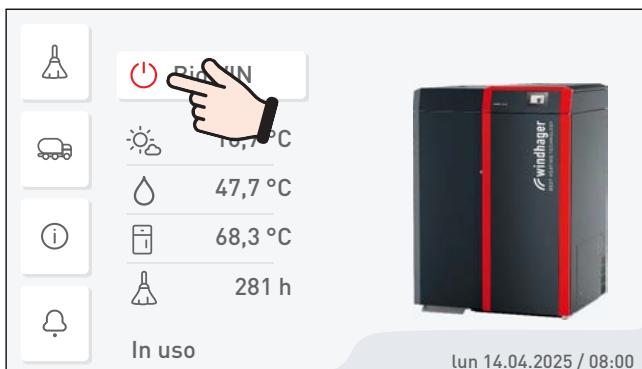

Fig.35 Spegnere caldaia a pellet
▶ Spegnere la caldaia con il tasto ON/OFF su InfoWIN Touch (Fig. 35 – vedere anche il manuale d'uso di InfoWIN Touch) e attendere la fine combustione (circa 20 minuti).